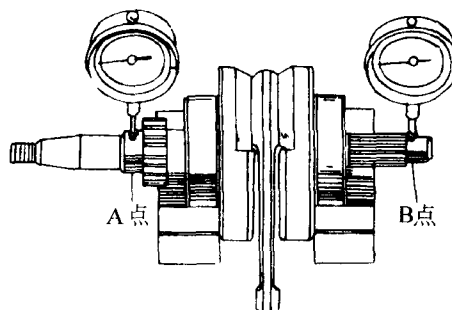

图 1-22 测量曲轴轴承
(4) 测量曲轴轴承。按图 1-22 所示方法测量 A、B 两点的径向跳动。其最大允许值为 0.02mm，维修极限值为 0.05mm。